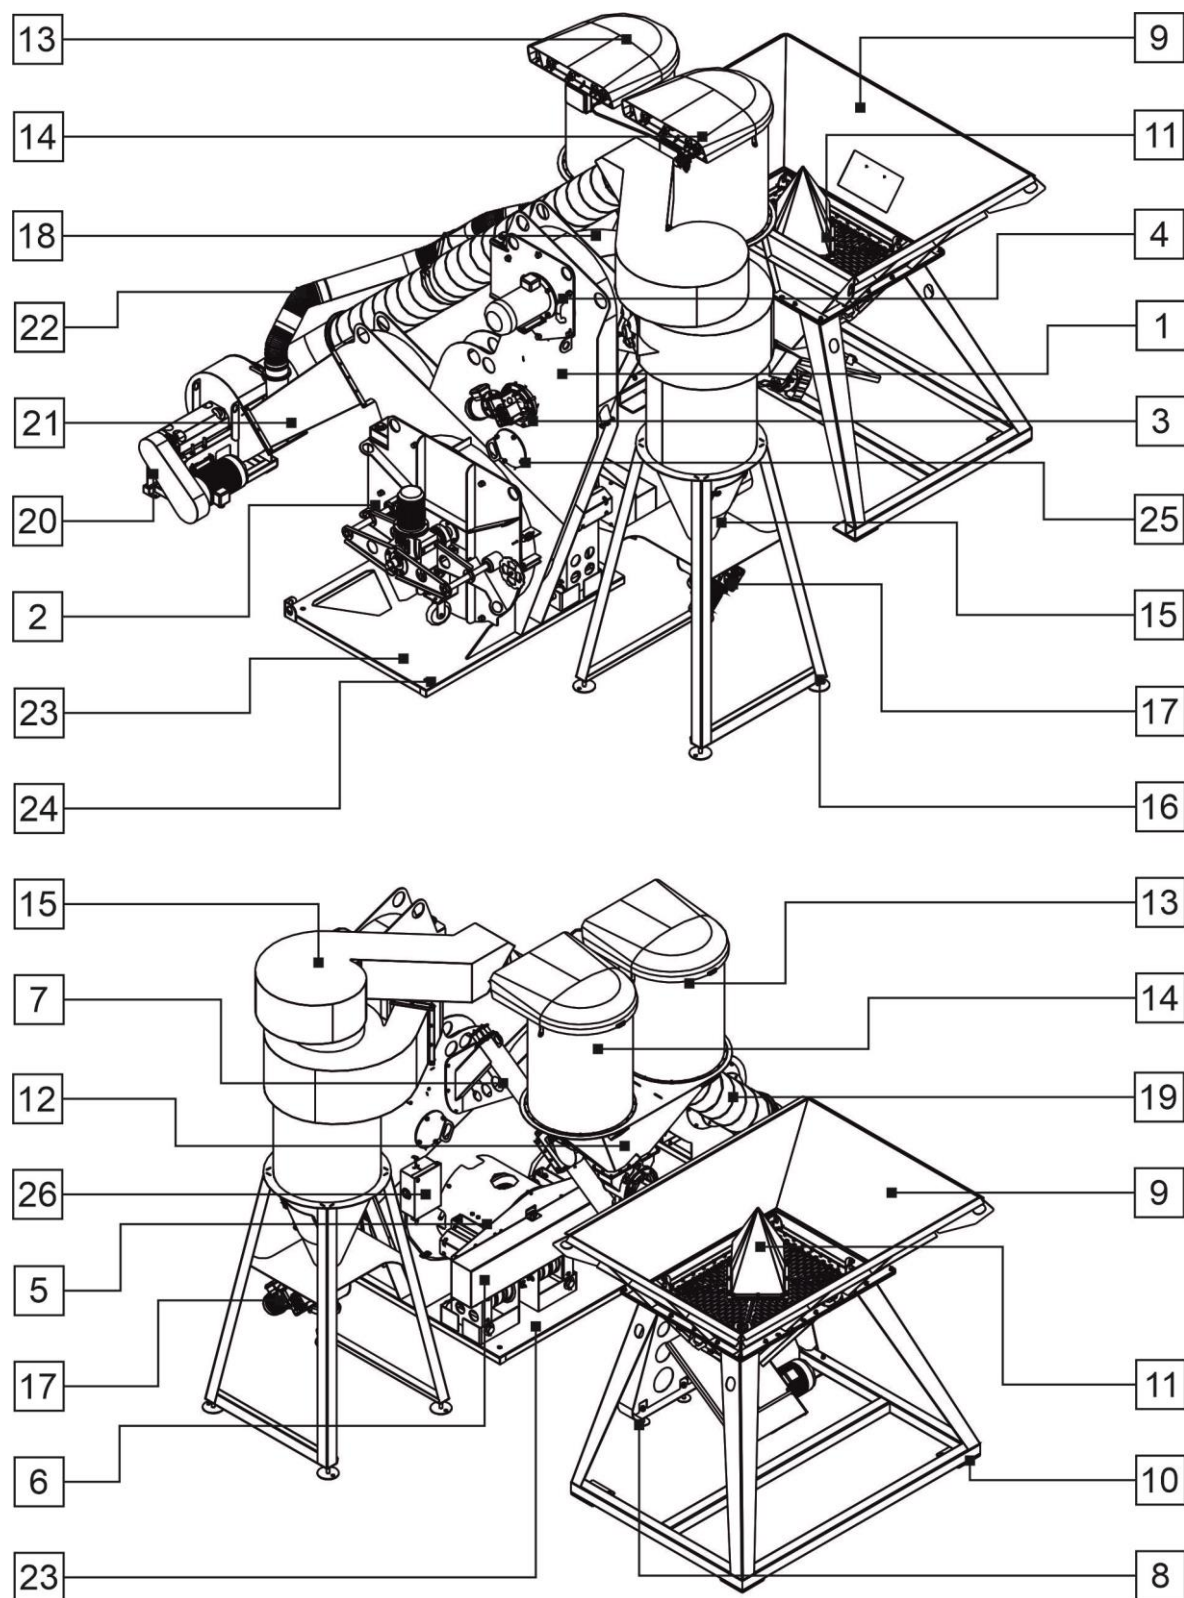

Рис.3
Изделие (Рис.3) состоит из монокорпуса (1), в нижней части которого находится блок элеватора (2), в средней - шлюзовой затвор (3) перегрузки «крупки», в верхней - динамический воздушно-центробежный классификатор (4). С противоположной стороны монокорпуса (1) расположены: обечайка амортизационного блока (5) ротора-ускорителя, электродвигатель привода ротора-ускорителя, кожух клиноременной передачи (6), винтовой конвейер-питатель (7) с опорой (8), бункер сырья (9) на раме (10).
Изделие (Рис.3) работает следующим образом: сырье, подлежащее измельчению, фронтальным погрузчиком загружается в бункер (9). Винтовой конвейер-питатель (7) подает сырье в монокорпус (1), где оно подвергается первичной классификации. Мелкие частицы подхватываются воздушным потоком, создаваемым вентилятором (20), и направляются на вход динамического воздушно-центробежного классификатора (4). Частицы, размеры которых превышают установленную границу разделения, отражаются лопатками направляющего аппарата и поступают в камеру помола для дополнительного измельчения.